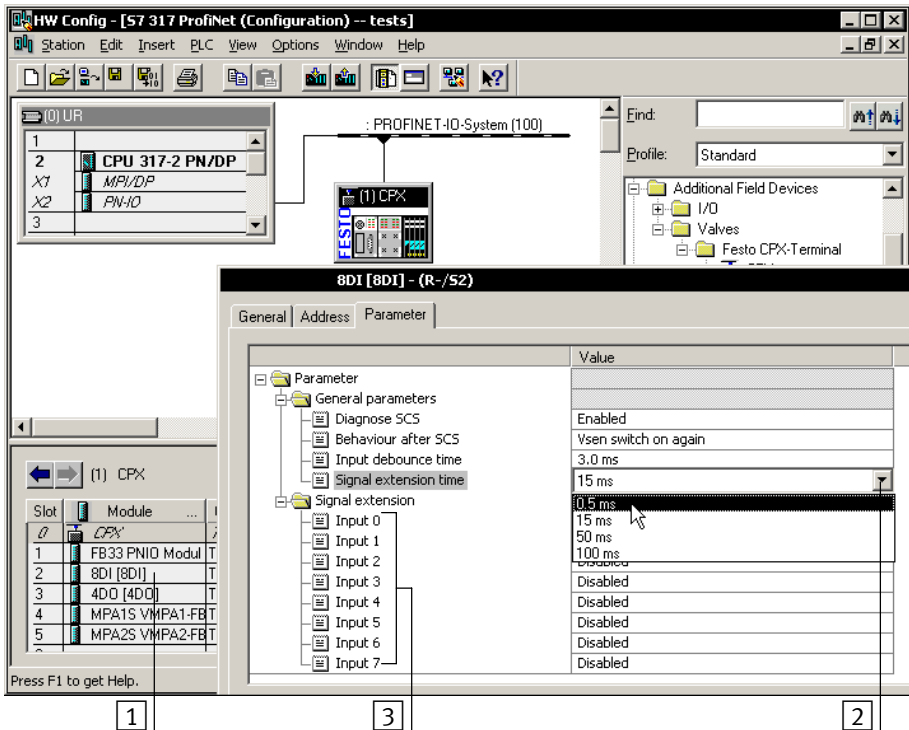

Fig. 2/12 : Réglage des paramètres du module avec Siemens STEP 7
2. Cliquer deux fois sur la description du module à paramétrer dans le tableau de configuration (1) dans Fig. 2/12). La boîte de dialogue “Propriétés ...” (Propriétés ...) s’affiche.
3. Cliquer sur la valeur (“Value”) du paramètre à modifier. Une liste déroulante contenant les valeurs possibles s’ouvre (2).